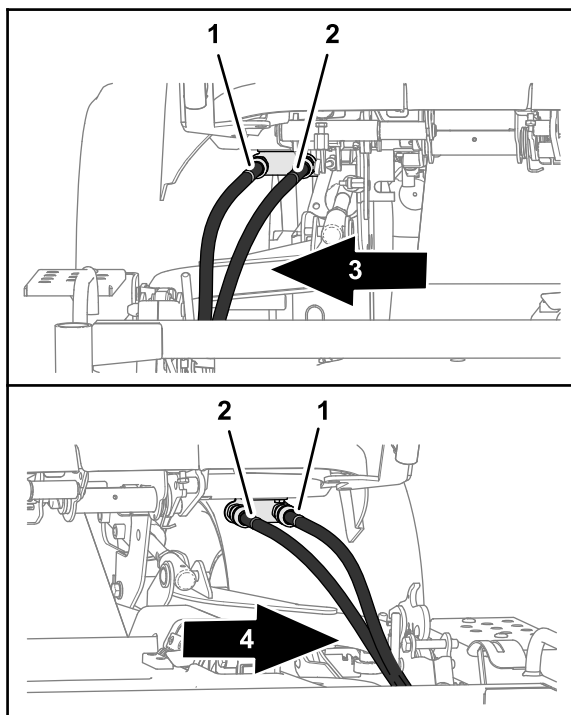

Bild 114
4. Schließen Sie die Hydraulikschläuche an jeder Seite der Zugmaschine ab (Bild 114).
- A. Schließen Sie den Hydraulikschlauch mit der blauen Kennzeichnung an die innere Schnelltrennkupplung (mit der blauen Kennzeichnung) an, siehe Bild 114 in Entfernen des Mähwerks \(Seite 82\).
- B. Schließen Sie den Hydraulikschlauch mit der roten Kennzeichnung an die äußere Schnelltrennkupplung (mit der roten Kennzeichnung) an, siehe Bild 114 in Entfernen des Mähwerks \(Seite 82\).